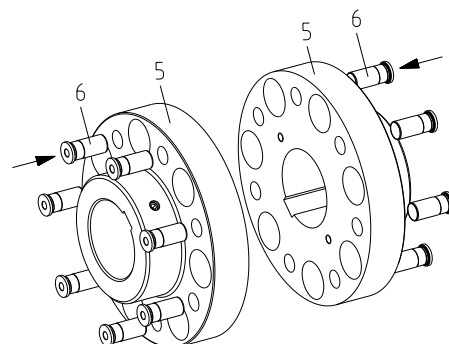

図 13
- スリーブ(部番 6)はプラスチックハンマーで軽く叩くか、もしくは冷蔵庫や液体窒素で冷やしてハブ(部番 5)の小さい方の穴に挿入して下さい(図 13 をご参照)。